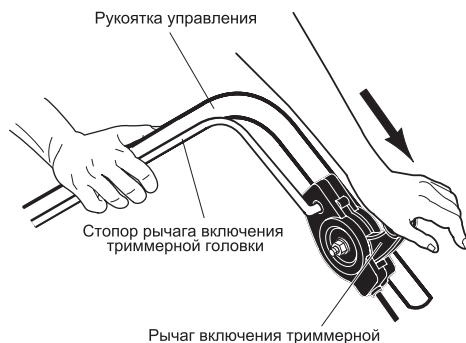

Рис. 8
1. Для включения головки газонокосилки прижать стопор рычага включения триммерной головки к рукоятке управления (Рис. 8).